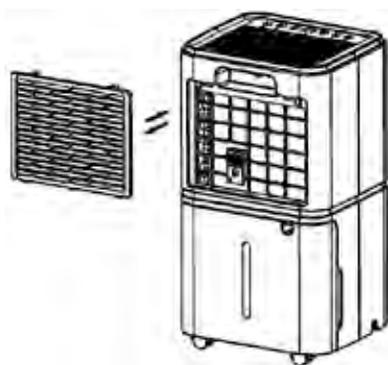

Fig. 1
1. Retire el filtro soltándolo de su asiento, siguiendo la dirección de la flecha (Fig. 1).